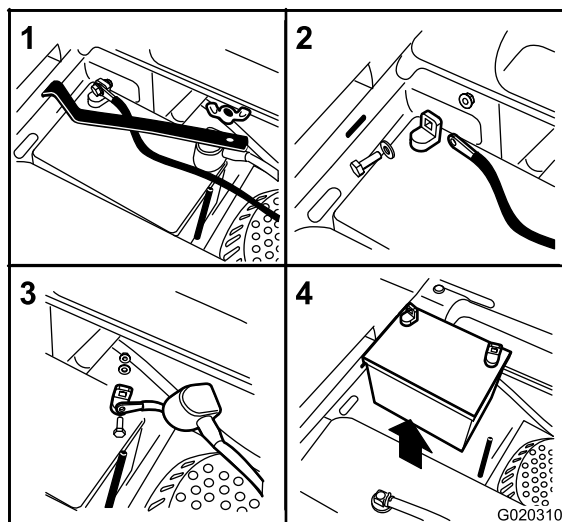

Figura 41
3. Retire la tuerca de orejeta que sujeta la abrazadera de la batería (Figura 41).
4. Retire la abrazadera (Figura 41).
5. Primero desconecte el cable negativo (negro) del borne negativo (-) (negro) de la batería (Figura 41).
6. Retire la cubierta de goma roja del borne positivo (rojo) de la batería y retire el cable positivo (+) (rojo) (Figura 41).
1. Coloque la batería en la bandeja con los bornes en el lado opuesto del depósito de combustible (Figura 41).
4. Fije los cables con 2 pernos, 2 arandelas, y 2 contratueras (Figura 41).
6. Instale la abrazadera y sujétela con la tuerca de orejeta (Figura 41).